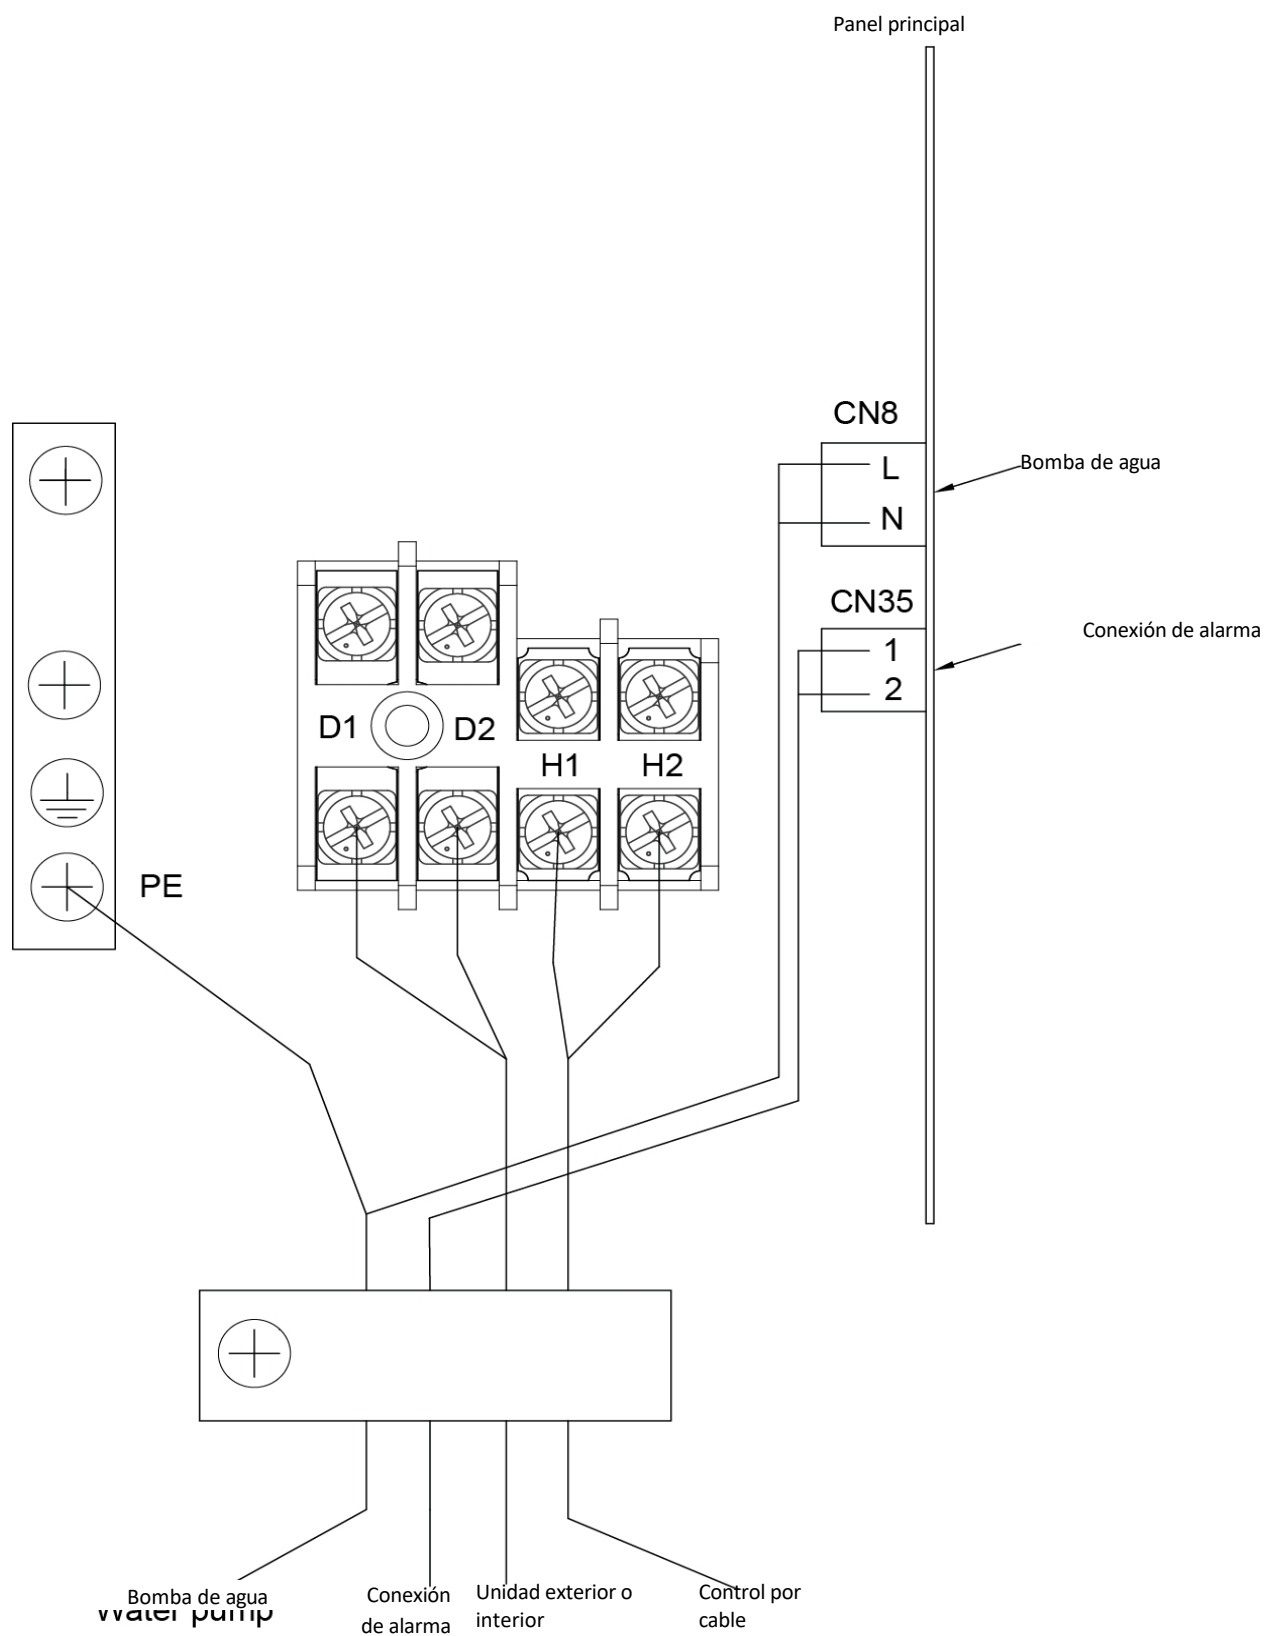

Fig. 5.7
- ① Retire el panel.
- ② Retire la tapa de la caja eléctrica.
- ③ Conecte el cable de alimentación de la bomba de agua externa a los terminales L y N del bloque de conexiones CN8 del panel principal; conecte el cable de alarma a los terminales 1 y 2 del bloque de conexiones CN35 (véase la fig. 5.7).
- ④ Saque la abrazadera para cables del paquete de accesorios. Retire la abrazadera original de la caja eléctrica y fije el cable de alimentación y el cable de alarma con la nueva abrazadera.